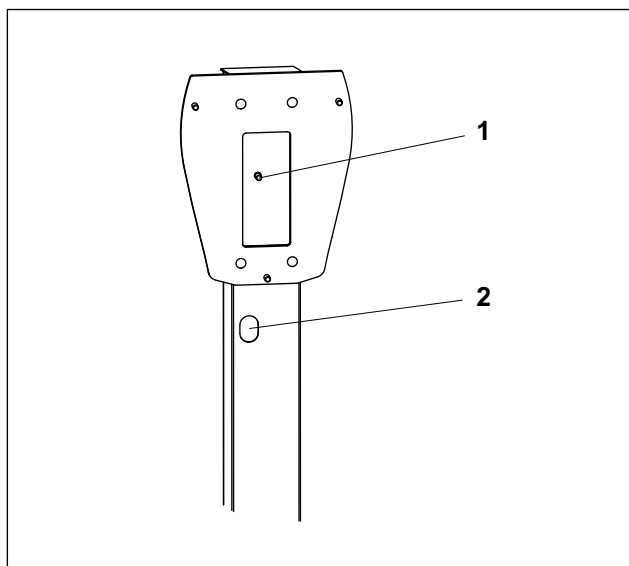

Fig. 3 Punto de conexión a tierra de la columna
5. Fijar una boquilla de paso (juego de piezas sueltas) en el orificio de salida de cables (fig. 3/2).
8. Conectar el circuito equipotencial de protección al perno de conexión a tierra (fig. 3/1) de la columna.